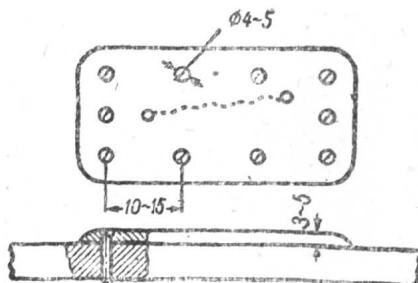

图4 用补板修补裂缝
①电焊法：先沿裂縫剔成5毫米深的沟，然后用二元合金焊条进行焊塞。
②、补板法：首先在裂縫两端钻直径为3毫米的孔（以防裂縫向长发展），然后用3毫米厚的钢板剪成与裂縫面积相应的形状，在此盖板周围钻孔，同时在机体上钻孔攻扣。孔与盖板边沿相距15—20毫米，孔与孔相距20—25毫米。最后用螺釘将盖板固装在破裂的地方。为了严密，可在盖板下衬石棉紙垫。修后的形状如图4。